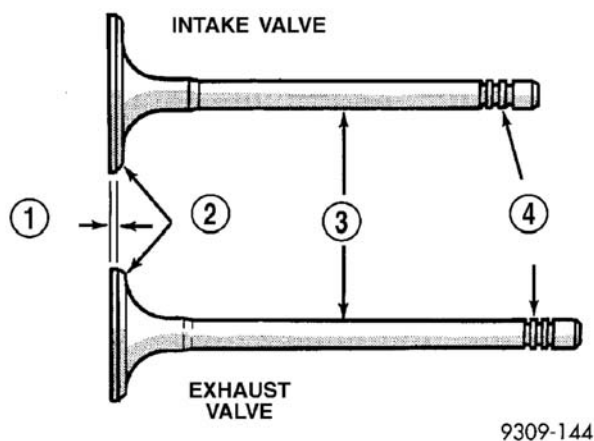

图 33 进气门与排气门
(1) 彻底地清洁和检查气门。替换烧毁的、翘曲和断裂的气门。
(2) 测量气门杆有否磨损(图 33)。关于气门规格(参见 9-发动机-规格)。
附注：气门杆是镀铬的，不应抛光(图 33)。